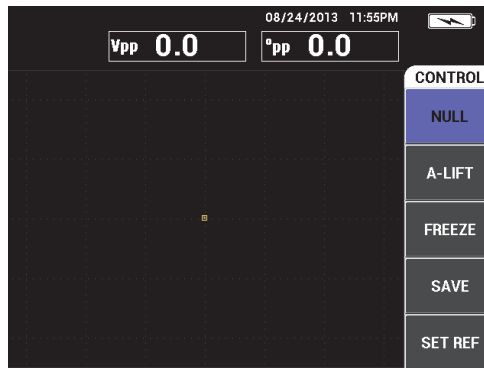

図 4-9 探傷器の右側に表示されたコントロール
3. ノブを回して**オン**を選択し、基本フィルタメニューキー（) を押して探傷器の右側にこのコントロールを表示します（86 ページの図 4-9 を参照）。